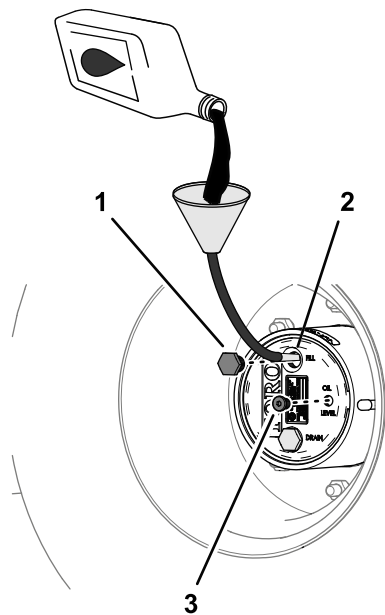

図 95
4. オイルの量が少ない場合は、補給プラグを取り、点検穴からあふれ出てくるまで所定のオイルを補給する 図 95 プラネタリギアドライブの潤滑油の仕様 \(ページ 63\) を参照。
6. 補給プラグと点検プラグを取り付ける 図 95。
1. 補給プラグの穴から、新しいオイルをゆっくりと入れる 図 95 プラネタリギアオイルの点検 \(ページ 63\)を参照。
3. 補給プラグと点検プラグを取り付ける 図 95 プラネタリギアオイルの点検 \(ページ 63\)を参照。